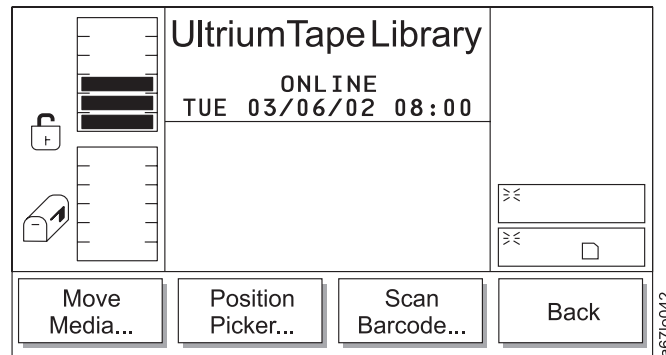

Abbildung 108. Bewegungsuntermenü
- Wird **Move** ausgewählt, erscheint das Bewegungsuntermenü (siehe Abb. 108 auf Seite 129).
Tabelle 57. Übersetzung von Abb. 108, Bewegungsuntermenü
- Wird **Cancel** ausgewählt, erscheint das Bewegungsuntermenü (siehe Abb. 108 auf Seite 129).